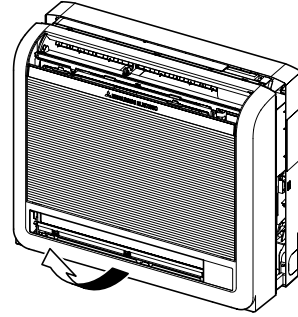

Fig. 3-4
- 4 Çıkarmak için ön ızgarayı kaldırın. (Fig. 3-4)